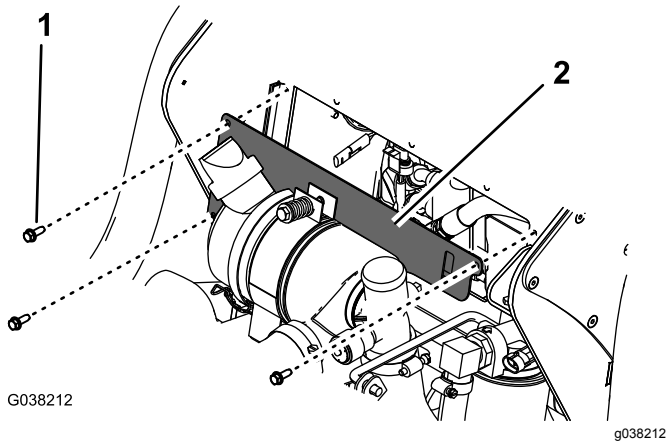

Figure 2
2. Déposez la plaque de protection (Figure 2).